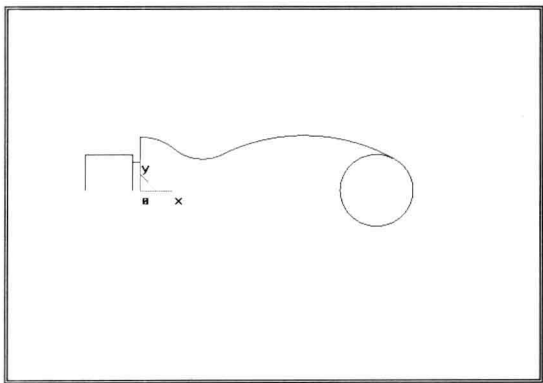

图 1-2-8 手柄图形绘制（七）
10) 单击菜单【造型】→【曲线生成】→【直线】命令，或直接单击按钮，在立即菜单中选择“两点线”、“连续”、“正交”、“点方式”，按状态栏提示输入直线第一点 $(-2, 0)$ 、第二点 $(-2, 10)$ ，生成一条铅垂线；继续输入点 $(-15, 10)$ ，生成一条水平线；再输入点 $(-15, 0)$ ，生成第二条铅垂线，单击鼠标右键结束本次连续直线生成。再次输入直线第一点 $(0, 8)$ 、第二点 $(-2, 8)$ ，生成一条水平线，两次单击右键结束命令。绘图结果如图 1-2-8 所示。